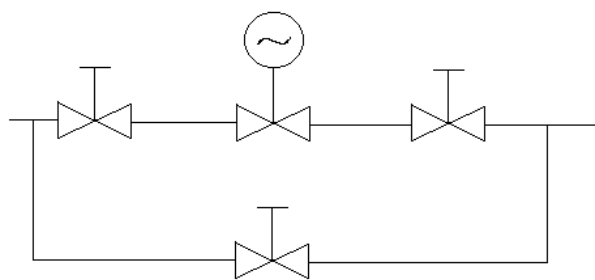

图 3 旁路管道安装图例
(1) 安装调节阀总体上应考虑以下方面：
- ①安全：安装过程中人员和设备的安全。
- ②控制性能：配管系统压力损失应与计算调节阀尺寸时所考虑的压力损失一致，以保证所需的流量特性。进出口应尽量保证足够的直管段。
- ③安装位置：应有足够的空间便于操作人员手动操作（包括旁路操作）以及保证调节阀和附件的就地拆卸和维修的可能性。
- ④调节阀组：一般在工艺过程配管中均安装切断阀的旁路阀与调节阀配成阀组，以适应设备连续操作的需要。维修调节阀时用切断阀隔离。用旁路阀调节。下面图 3 中推荐调节阀组布置方式。